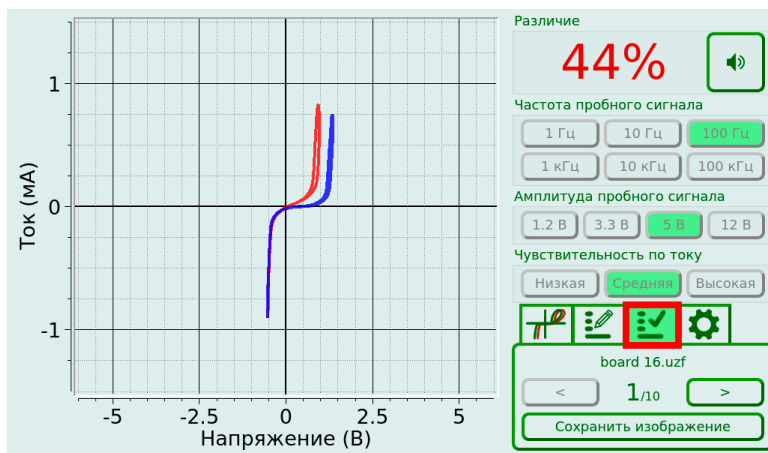

Рисунок 14. Внешний вид вкладки тестирования по плану
- Перейдите во вкладку режима тестирования по плану  (Рисунок 14).